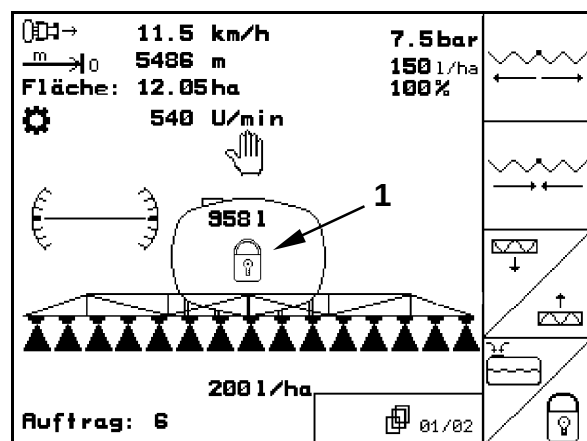

Fig. 137
- En el menú Trabajo aparece el símbolo del candado cerrado (Fig. 137/1) con la compensación de oscilaciones bloqueada.